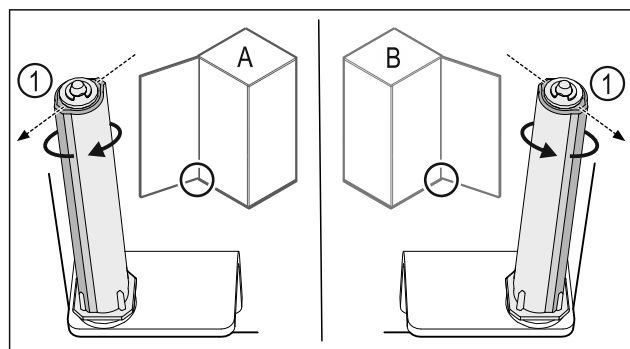

Fig. 39 Vänsterhängd (A)/högerhängd (B)
- ▶ Vrid låssystemet mot motståndet, tills låssystemets klack Fig. 39 (1) är vänd utåt.